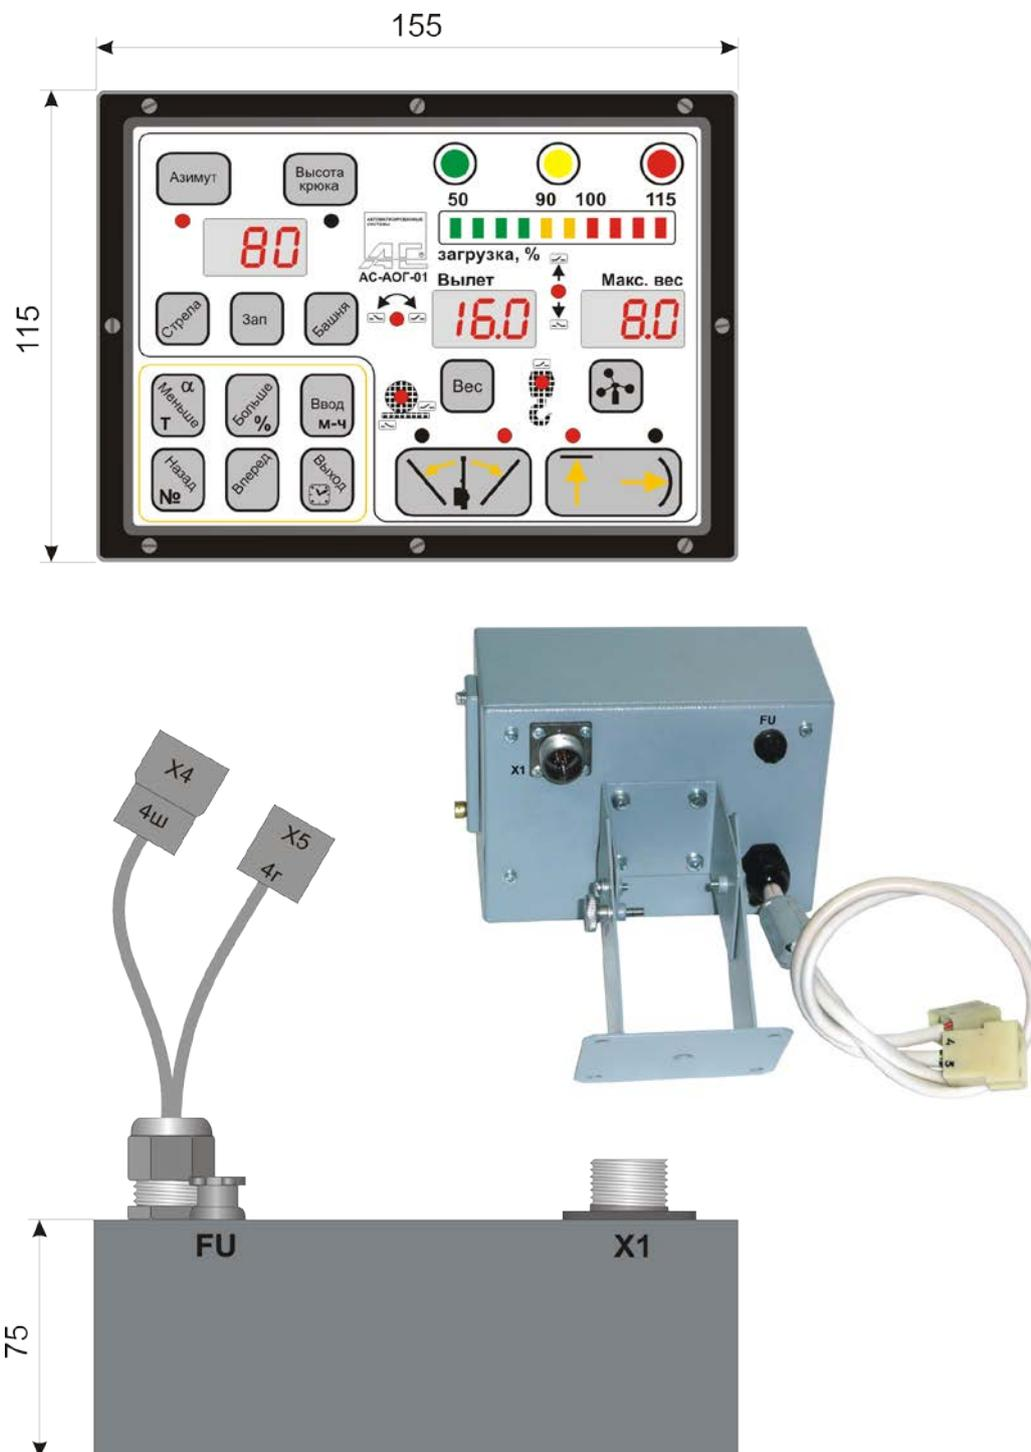
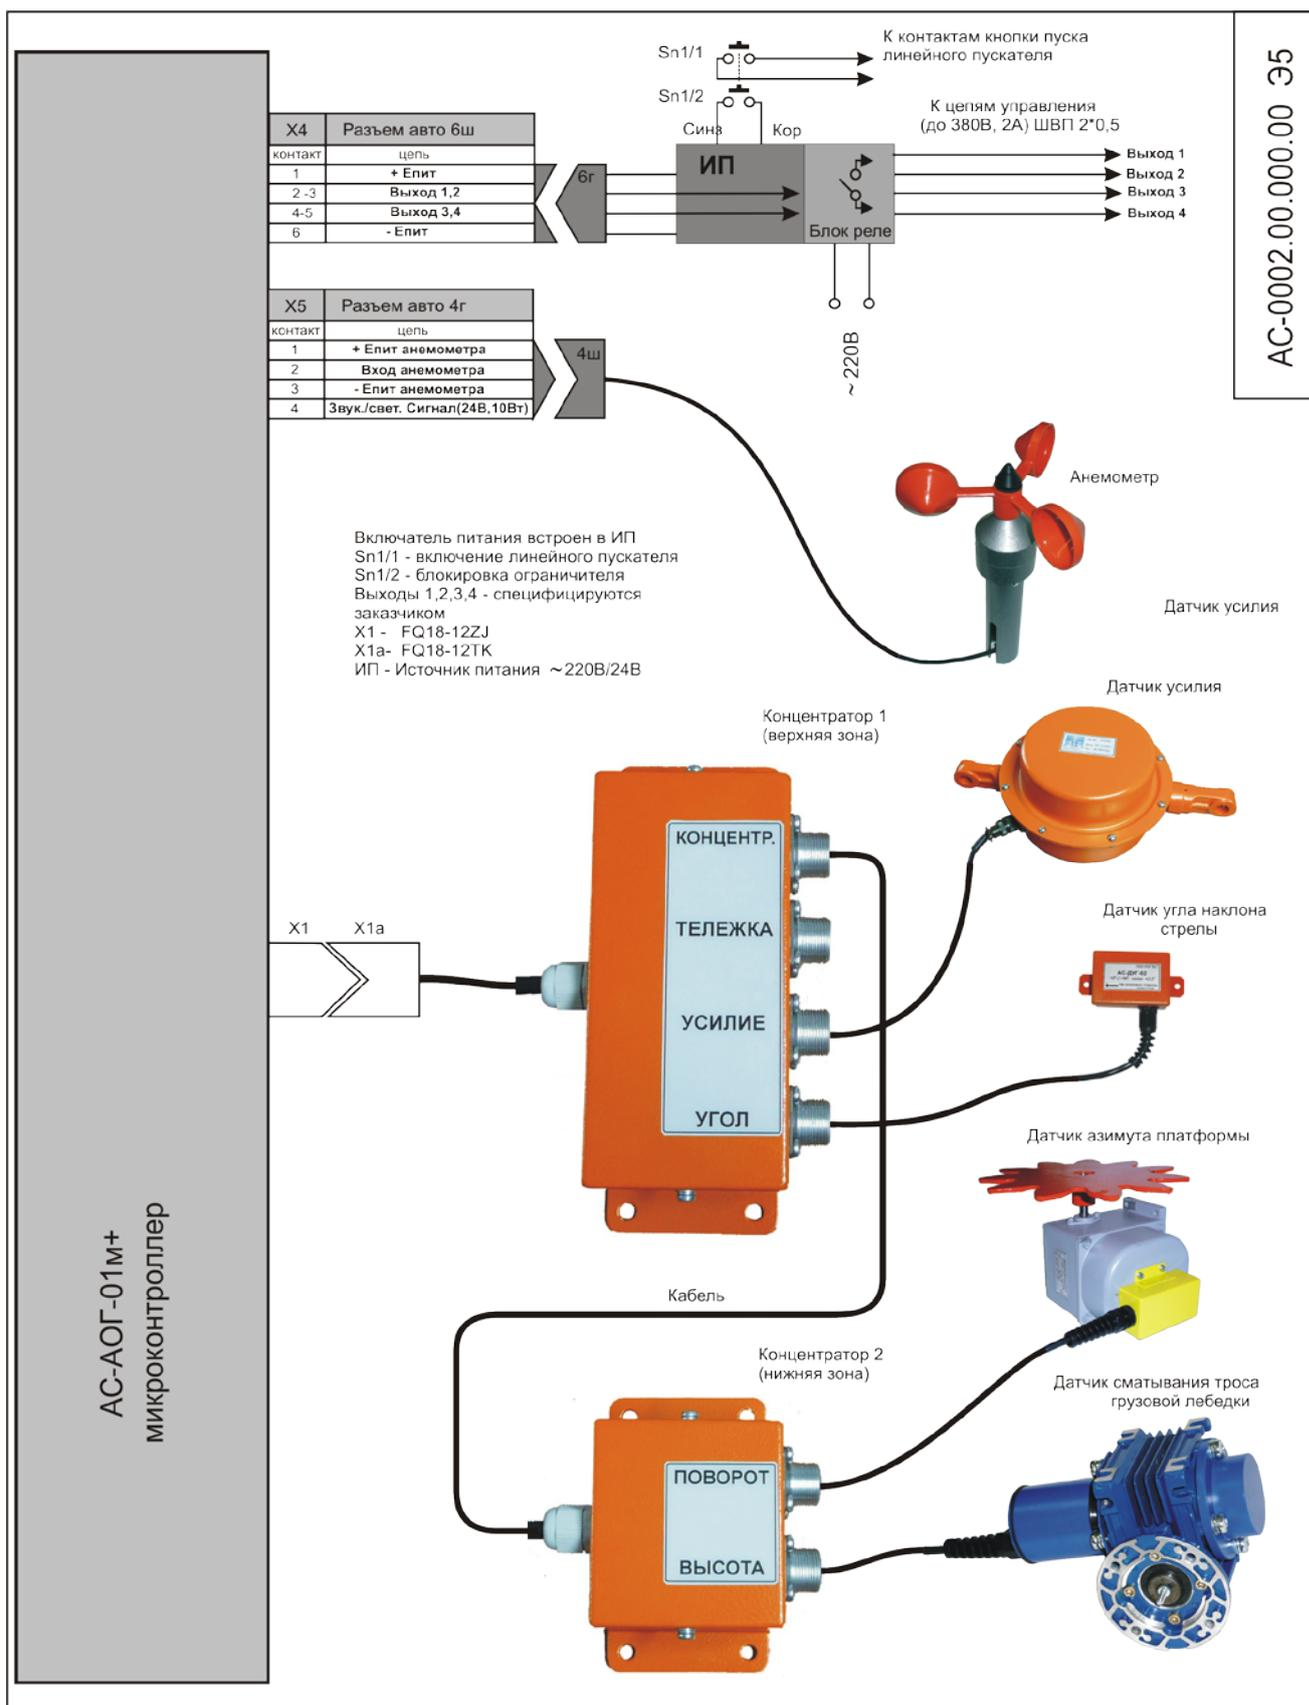

Рис.2
Рис.3
| 1) блок АОГ, включающий "Регистратор параметров" | 1 шт,рис.2; |
6.1. Описание работы проводится по схеме рис.3.
Подсоединение АОГ к электрооборудованию крана должно быть произведено в соответствии со схемой подключения рис.3, через контакты разъемов Х4,Х5 блока АОГ, рис.2, расположенным на тыльной стороне блока АОГ (рис.2), на задней стенке.
6.3. Напряжение питания от источника питания при установке выключателя, размещенного на блоке питания, в положение ВКЛ подается на контакты разъема Х4 блока АОГ, рис.3.
6.3.3. К блоку питания относятся 2 плавких предохранителя FU1 и FU, расположенных в блоке АОГ, рис.2. Самовосстанавливающийся предохранитель FU1 (1А) размещен внутри блока и предназначен для защиты внутренних электронных цепей блока АОГ, а плавкий предохранитель FU (5А), размещен на задней стенке блока АОГ и предназначен для защиты цепей управляющих реле от короткого замыкания. Питание реле осуществляется независимо от внутренних электронных цепей блока АОГ.
6.4. Блок АОГ представляет собой полнофункциональную 16-разрядную микроЭВМ, состоящую из модуля индикации и вычислительного модуля, объединенного с модулем ввода цифровых сигналов, модулем АЦП и аналоговых сигналов, модулем "Регистратора параметров", модулем блока питания и модулем блока реле (все на одной плате), рис.2.
в) необходимые элементы электрооборудования крана, рис.3.